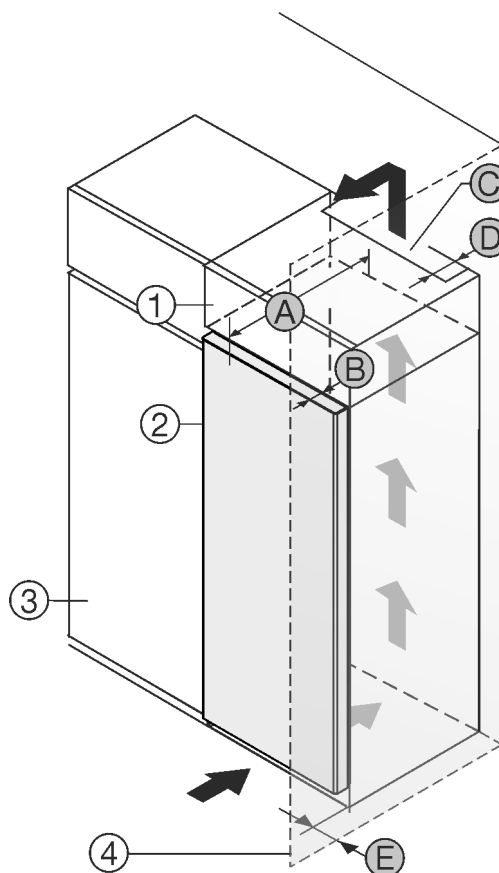

Fig. 1
Můžete přístroj nainstalovat přímo vedle kuchyňské skříňky Fig. 1 (3)*.
Na zadní straně nastavné skříňky musí být větrací šachta hluboká Fig. 1 (D) přes celou šířku nastavné skříňky.*
Pod stropem místnosti musí být dodržen ventilační průřez Fig. 1 (C)*.
Když přístroj instalujete závěsy vedle stěny Fig. 1 (4), musí být vzdálenost mezi přístrojem a stěnou minimálně 13 mm.*
Když přístroj instalujete závěsy vedle stěny Fig. 1 (4), musí být vzdálenost mezi přístrojem a stěnou minimálně 20 mm.*
Aby bylo možné dvířka plně otevřít, musí přístroj přesahovat o hloubku dvířek Fig. 1 (B) vůči přední linii kuchyňské skříňky. V závislosti na hloubce kuchyňských skříněk Fig. 1 (3) a použití vymezovačů odstupů od stěny může přístroj vyčnívat dále.*